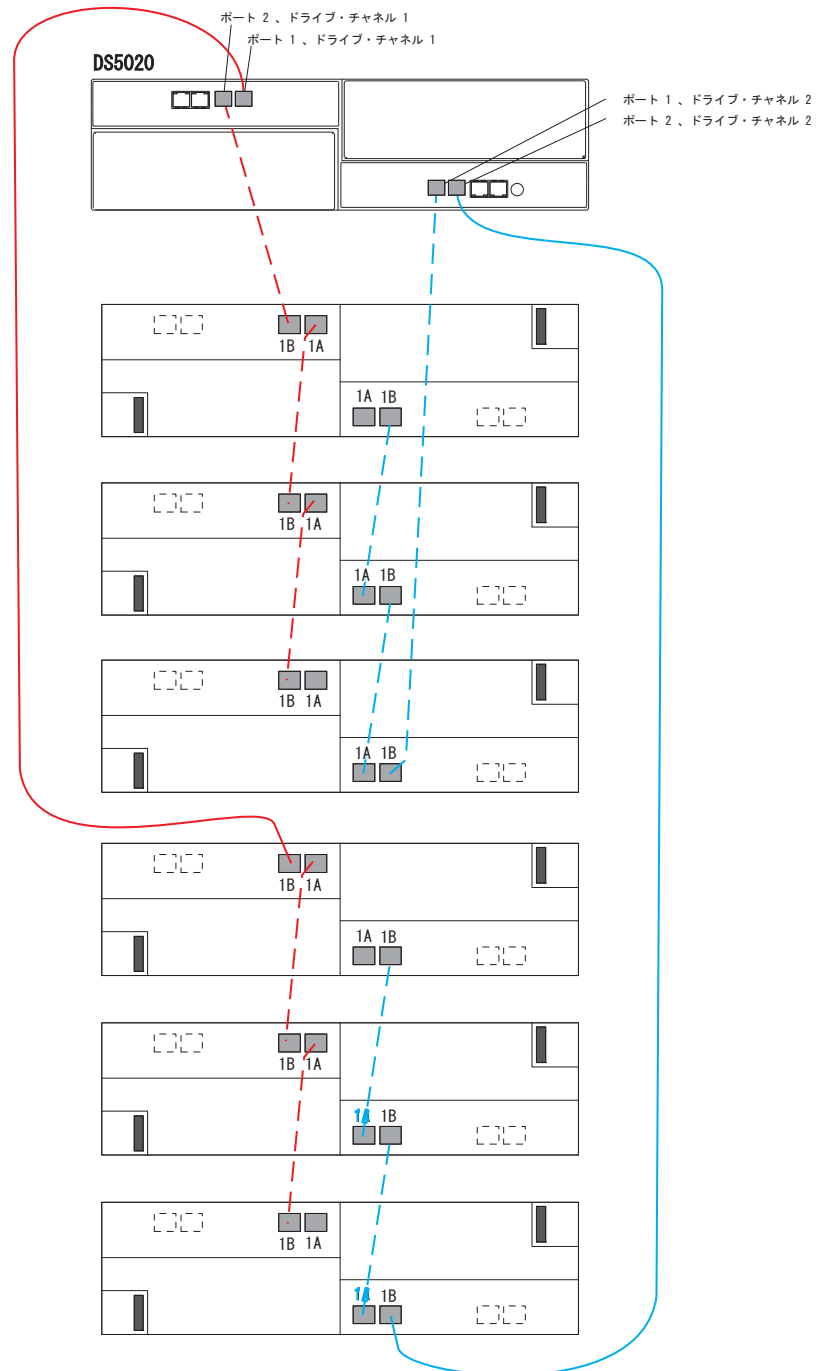

図 42. 1 つの DS5020 と最大 6 つのストレージ拡張エンクロージャーのケーブル接続
1 つの DS5020 ストレージ・サブシステムと 6 つまでのストレージ拡張エンクロージャーをケーブル接続する場合、図 42 に正しいケーブル接続トポロジーが示してあります。
7. 6 個のストレージ拡張エンクロージャーを DS5020 に接続する場合、両方のドライブ・チャンネル内のすべてのポートを使用します。ケーブル接続トポロジについては、78 ページの図 42 を参照してください。